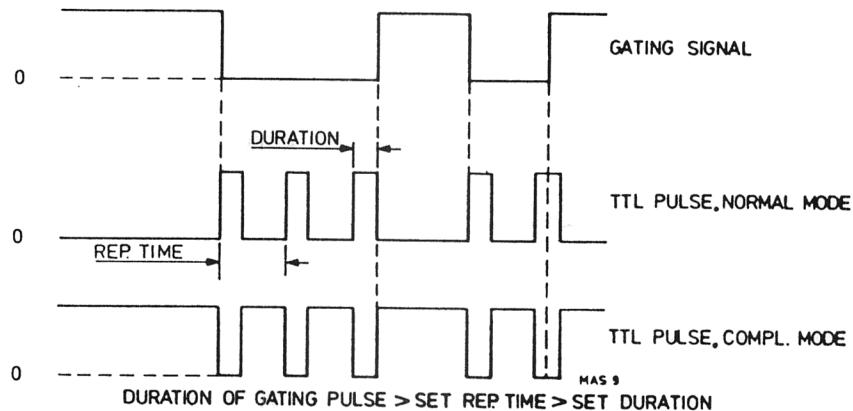

Abb. VI-13. Getastete Impulse, PM 5704
- Passendes Verhältnis zwischen Impulsfolgezeit und Impulsdauer und den entsprechenden Parametern des Tastsignals wählen. Vgl. Abb. VI-13.
- Taste SINGLE SHOT drücken und darauf achten, daß der Generator gesperrt ist, so lange die Taste gedrückt bleibt. Vgl. Abb. VI-13.